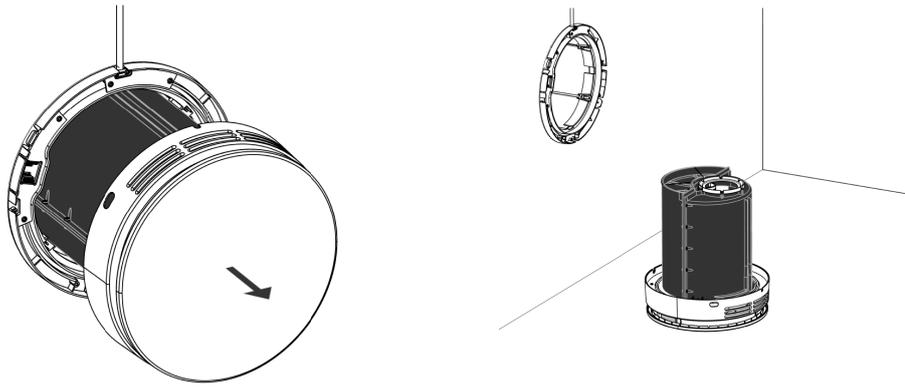

Figure 15 - Retirez la centrale et posez-la sur le couvercle intérieur.
3. Ôtez délicatement la centrale du mur et posez-la sur une surface plane, par exemple une table ou le sol, avec le couvercle intérieur vers le bas (voir Figure 15).